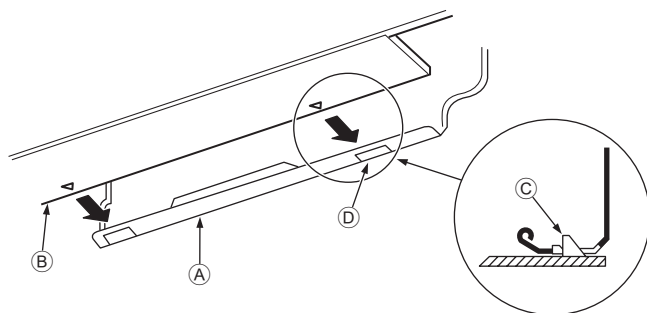

Рис. 3-10
3. Устанавливая трубки хладагента и дренажа в отверстие на стене (муфту), подвесьте верхнюю часть внутреннего блока к монтажной плите ①.
5. Закрепите блок, вдвинув его нижнюю часть в монтажную плиту ①. (Рис. 3-10)
* Убедитесь, что нижние фиксаторы внутреннего блока надежно встали в монтажной плите ①.